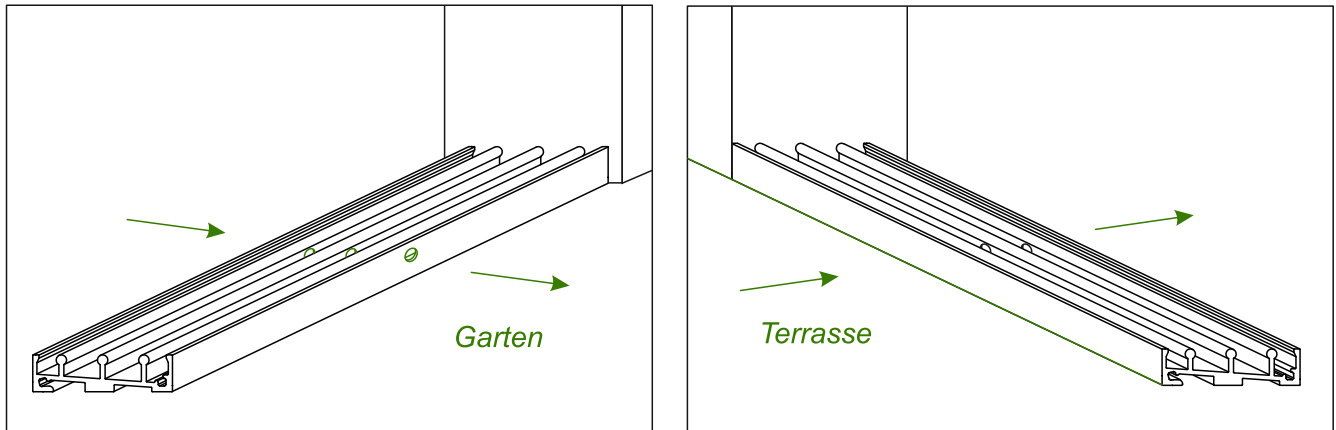

Abb. 8
1. Montieren Sie als erstes die Unterschiene der Glasschiebewand an das Tragprofil. Hierzu legen Sie die Unterschiene mit der Außenseite und den Wasserabfluss-Öffnungen in Richtung Garten und der Innenseite anliegend an die Pfosten-Innenseite. Siehe Abb. 8.